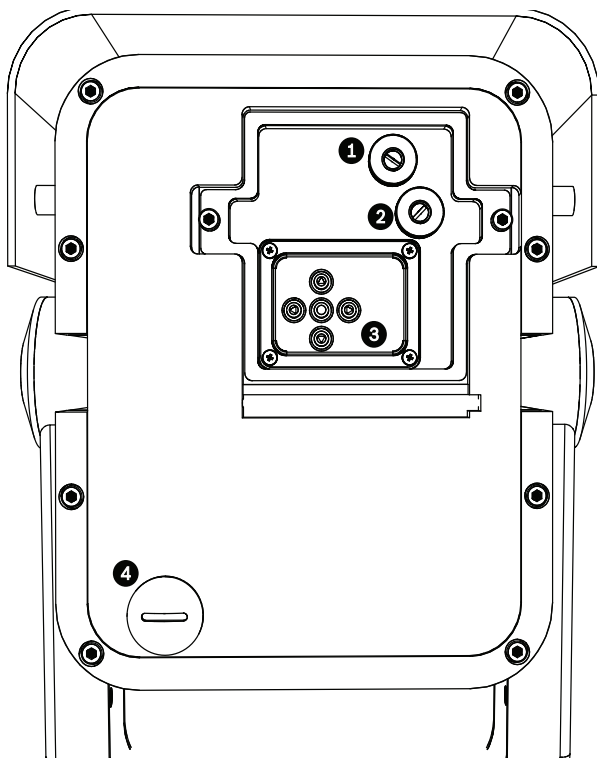

图 4.2 摄像机和 LED
3. 打开盖板。现在，您可以调节对焦、焦距和 LED 俯仰控件（参见下面的图 4.2）。
- 使用上面的定位螺丝 (项目 1, 图 4.2) 对图像进行调焦 :
- 向左旋转定位螺丝, 使焦距移向近点 (N) (放大)。
- 向右旋转定位螺丝, 使焦距移向远点 (F) (缩小)。
- 使用下面的定位螺丝 (项目 2, 图 4.2) 调整焦距 (窄或宽) :